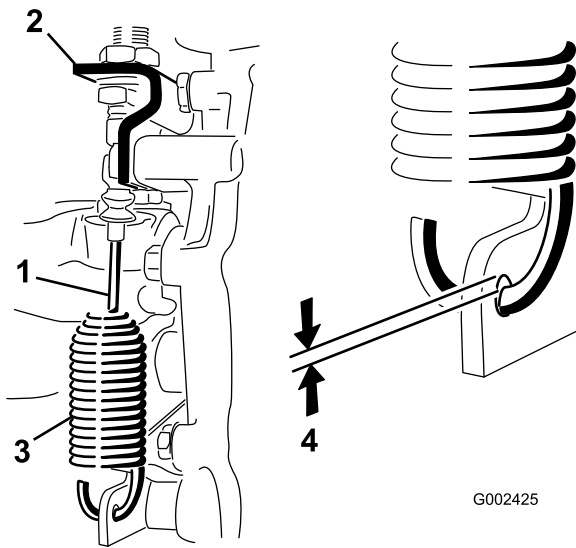

Figura 46
2. Allentate i dadi che fissano il cavo di blocco del differenziale alla staffa del transaxle (Figura 46).